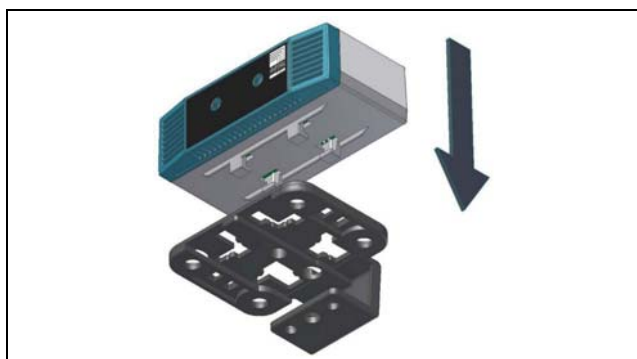
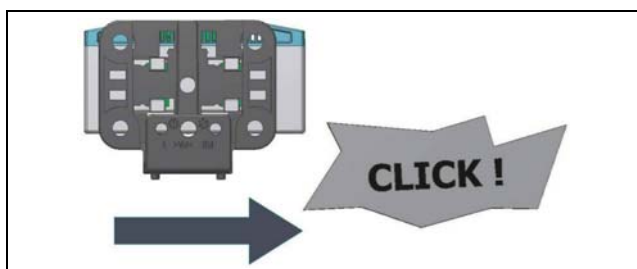

Рис. 3: Установка датчика на держатель
Рис. 4: Фиксация датчика на держателе
- Затем установите датчик воздушного потока на держателе (рис. 3) и зафиксируйте его (рис. 4).